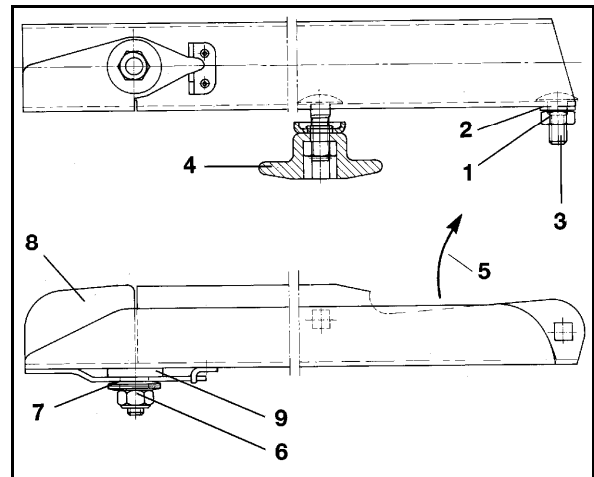

Fig. 78
1. Aflojar la tuerca autoroscante (Fig. 78/6).
2. Retirar la tuerca autoroscante (Fig. 78/6), las arandelas de muelle (Fig. 78/7) y las aletas oscilantes (Fig. 78/8) del perno de fijación.
3. Comprobar que el disco de plástico (Fig. 78/9) permanezca en el perno de fijación.
- 4.1 Introducir la nueva aleta oscilante (Fig. 78/8) en el perno de fijación.
- 4.2 Introducir las arandelas de muelle (Fig. 78/7) en sentidos alternados (sin api-
- 4.3 Asegurar el disco de plástico (Fig. 78/9), las aletas oscilantes (Fig. 78/8) y las arandelas de muelle (Fig. 78/7) con una tuerca autoroscante nueva (Fig. 78/6) de forma móvil en la pala de dispersión.
- 4.4 Apretar la tuerca autoroscante (Fig. 78/6) con una herramienta hasta un límite en que todavía sea posible des-
plazar manualmente la aleta oscilante (Fig. 78/8), pero sin que se desplace hacia arriba de manera autónoma al colocarla.